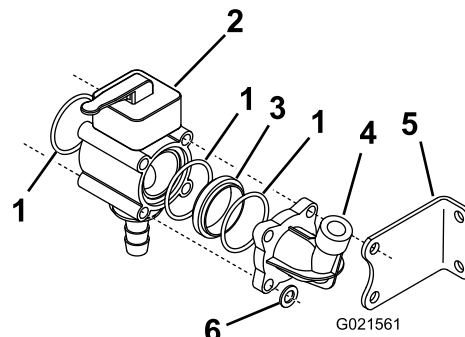

図 7
9. 各ねじ山付きロッドの左端にロックナットを取り付けるが、このとき、左側取り付けブラケットに通さないねじ山付きロッドには、ワッシャを通す（図 7）。
10. 付属部品に入っている手動バルブ、O リング、アダプタと、先ほど取り外した水圧計ポートで、手動バルブ・マニホールド・アセンブリを組み立てる（図 7）。
12. ねじ山付きロッド 4 本のそれぞれの右側端部に、ワッシャ 1 枚とジャム・ナット 2 個を取り付けて縮径アダプタをブーム・バイパス・バルブ・アセンブリに固定する（図 7）。